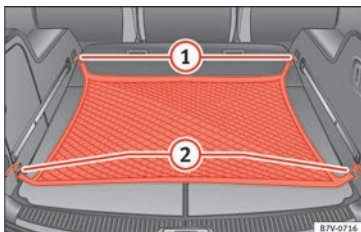

Abb. 172 Im Gepäckraum: eingehängtes Gepäcknetz.
- Haken des Gepäcknetzes in die Verzurrösen » Abb. 172 ① und ② einhängen.
- Haken des Gepäcknetzes aus den Verzurrösen » Abb. 172 ① vorsichtig aushaken.
- Haken des Gepäcknetzes aus den Verzurrösen » Abb. 172 ② vorsichtig aushaken.